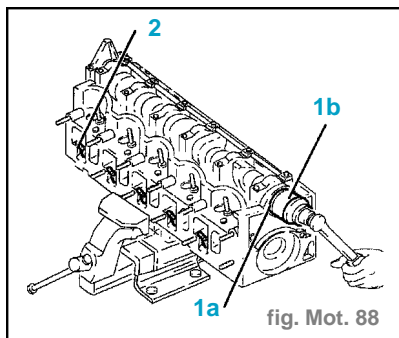

fig. Mot. 88
- Reposer le pare-huile de l'arbre de distribution (1a) avec l'outil (1b) **1.821.228.000**. (fig.Mot.88)